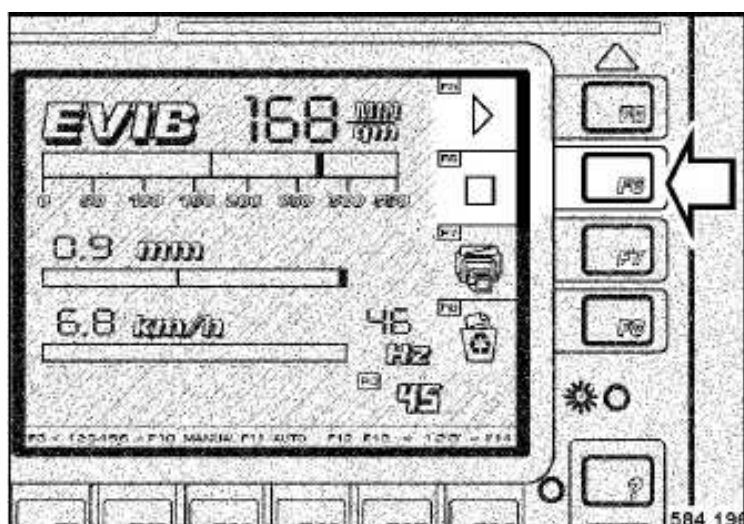

Fig. 83
- Al llegar al final de la pasada, marca 2, hay que pulsar la tecla F6 „STOP“ (Fig. 83).